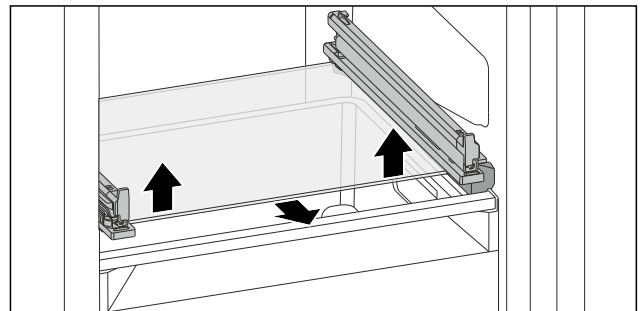

Fig. 104 Glasplatte des abklippbaren Schubfachs
- Glasplatte von unten beidseitig nach oben drücken. (siehe Fig. 104)